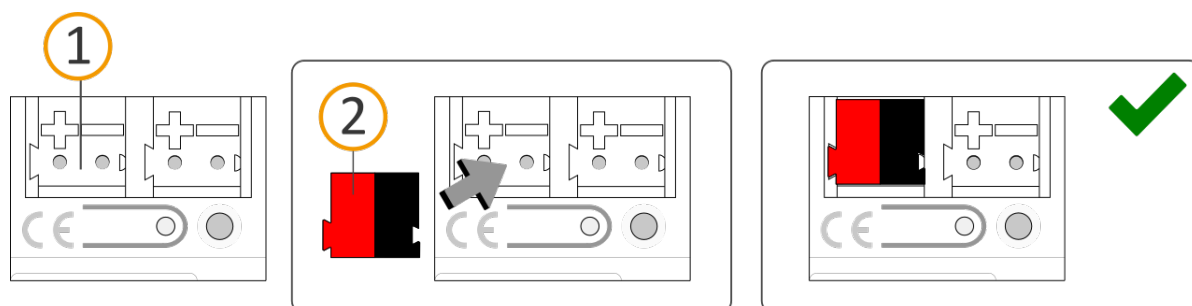

Abbildung 11: Busleitung anschließen
2. Verbinden Sie die KNX/TP-Busleitung (nachfolgend Busleitung genannt) mit dem KNX Anschluss des Geräts (siehe Abbildung 11, Pos. 1) mittels beigefügter Busanschlussklemme (siehe Abbildung 11, Pos. 2). Polung: links/rot: „+“, rechts/schwarz: „-“.
- a. Stecken Sie die Busanschlussklemme (siehe Abbildung 11, Pos. 2) auf.